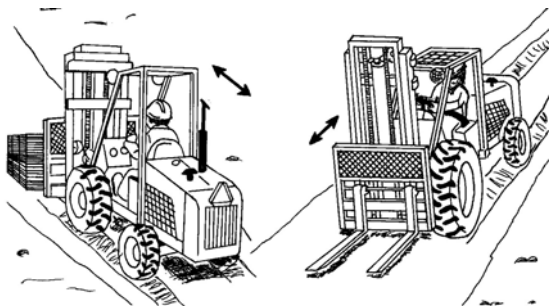

Figure 11
- En montant ou en descendant une pente, la partie la plus lourde du véhicule, c'est-à-dire l'arrière s'il ne transporte aucune charge et l'avant s'il en transporte une, doit toujours être orientée vers le haut de la pente (**figure 11**).